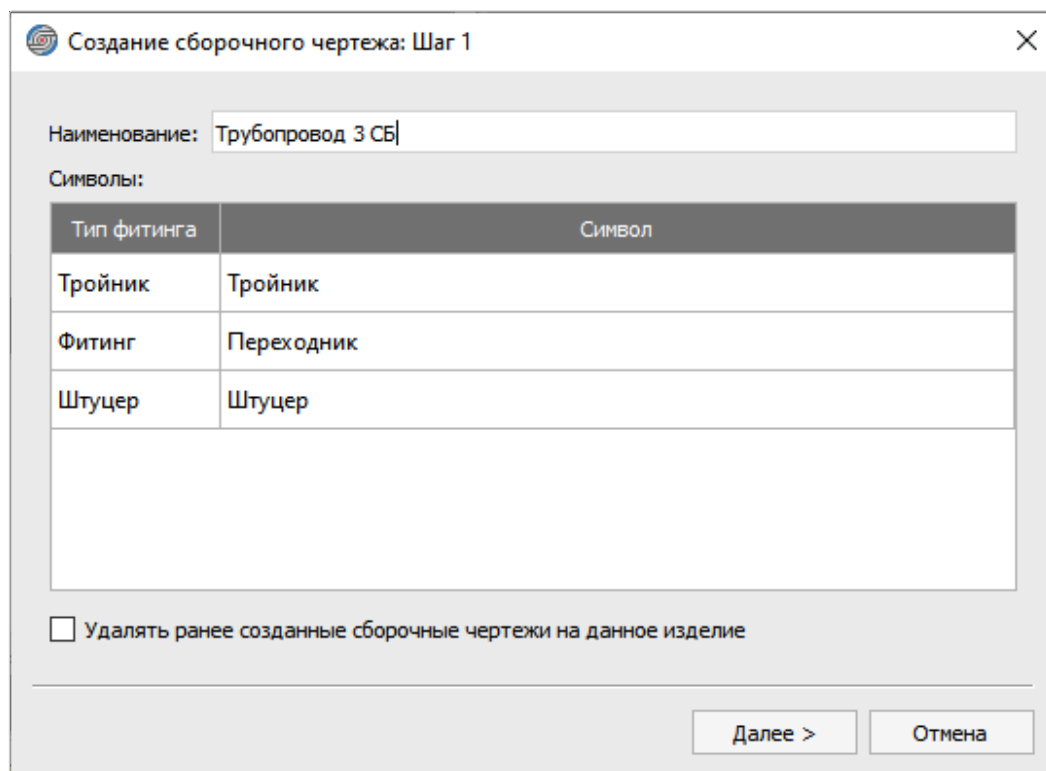

Рисунок 322. Окно «Создание сборочного чертежа: Шаг 1»
- 3) В открывшемся окне «Создание сборочного чертежа: Шаг 1» (см. рисунок 322):